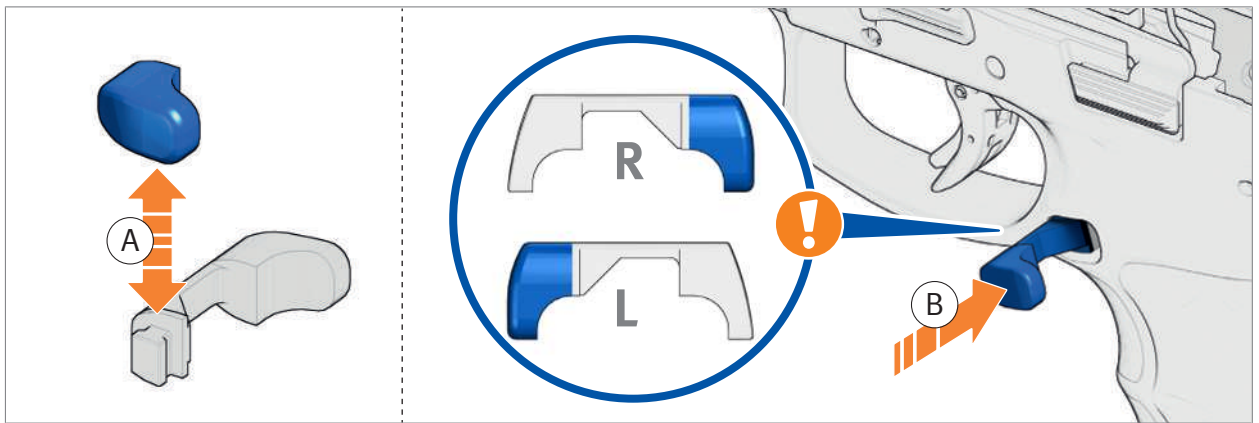

Fig. 35: Convert pushbutton
2. Convert pushbutton (Fig. 35).
3. Insert pushbutton (Fig. 35).